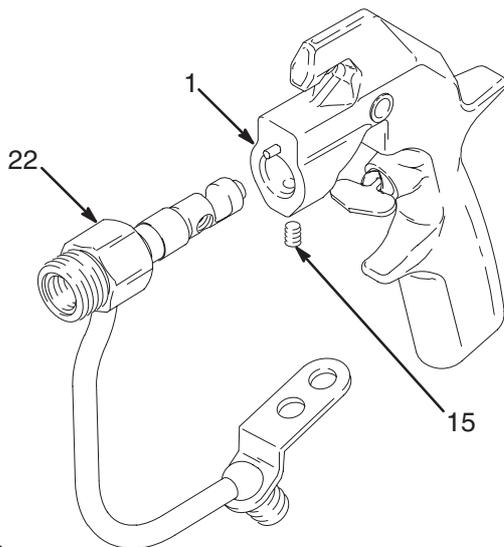

Fig. 10
- Desserrer la vis de réglage (15). Retirer le corps du tuyau de fluide (22) du corps du pistolet (1). Voir Fig. 10.